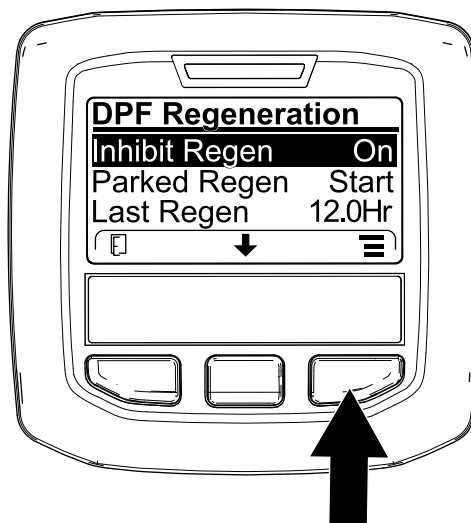
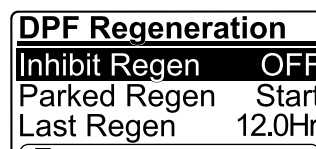

図 38
図 39
1. DPF Regeneration メニューで、中央ボタンを押して再生禁止 INHIBIT REGEN オプションに移動し、右ボタンで中に入る 図 38。
2. 右ボタンを使って、設定をを、ON から OFF 図 38または OFF から ON に変える 図 39。